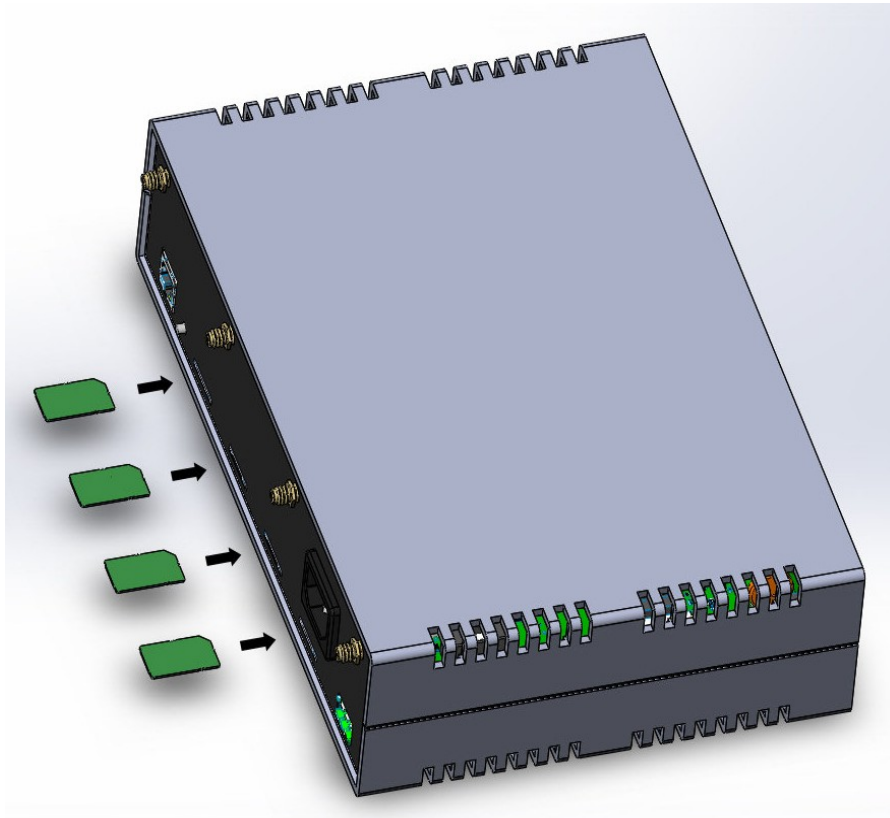

Рисунок 3. Установка SIM-карт в Модем
- 2 Установите SIM-карты в соответствующие слоты (Рисунок 3).